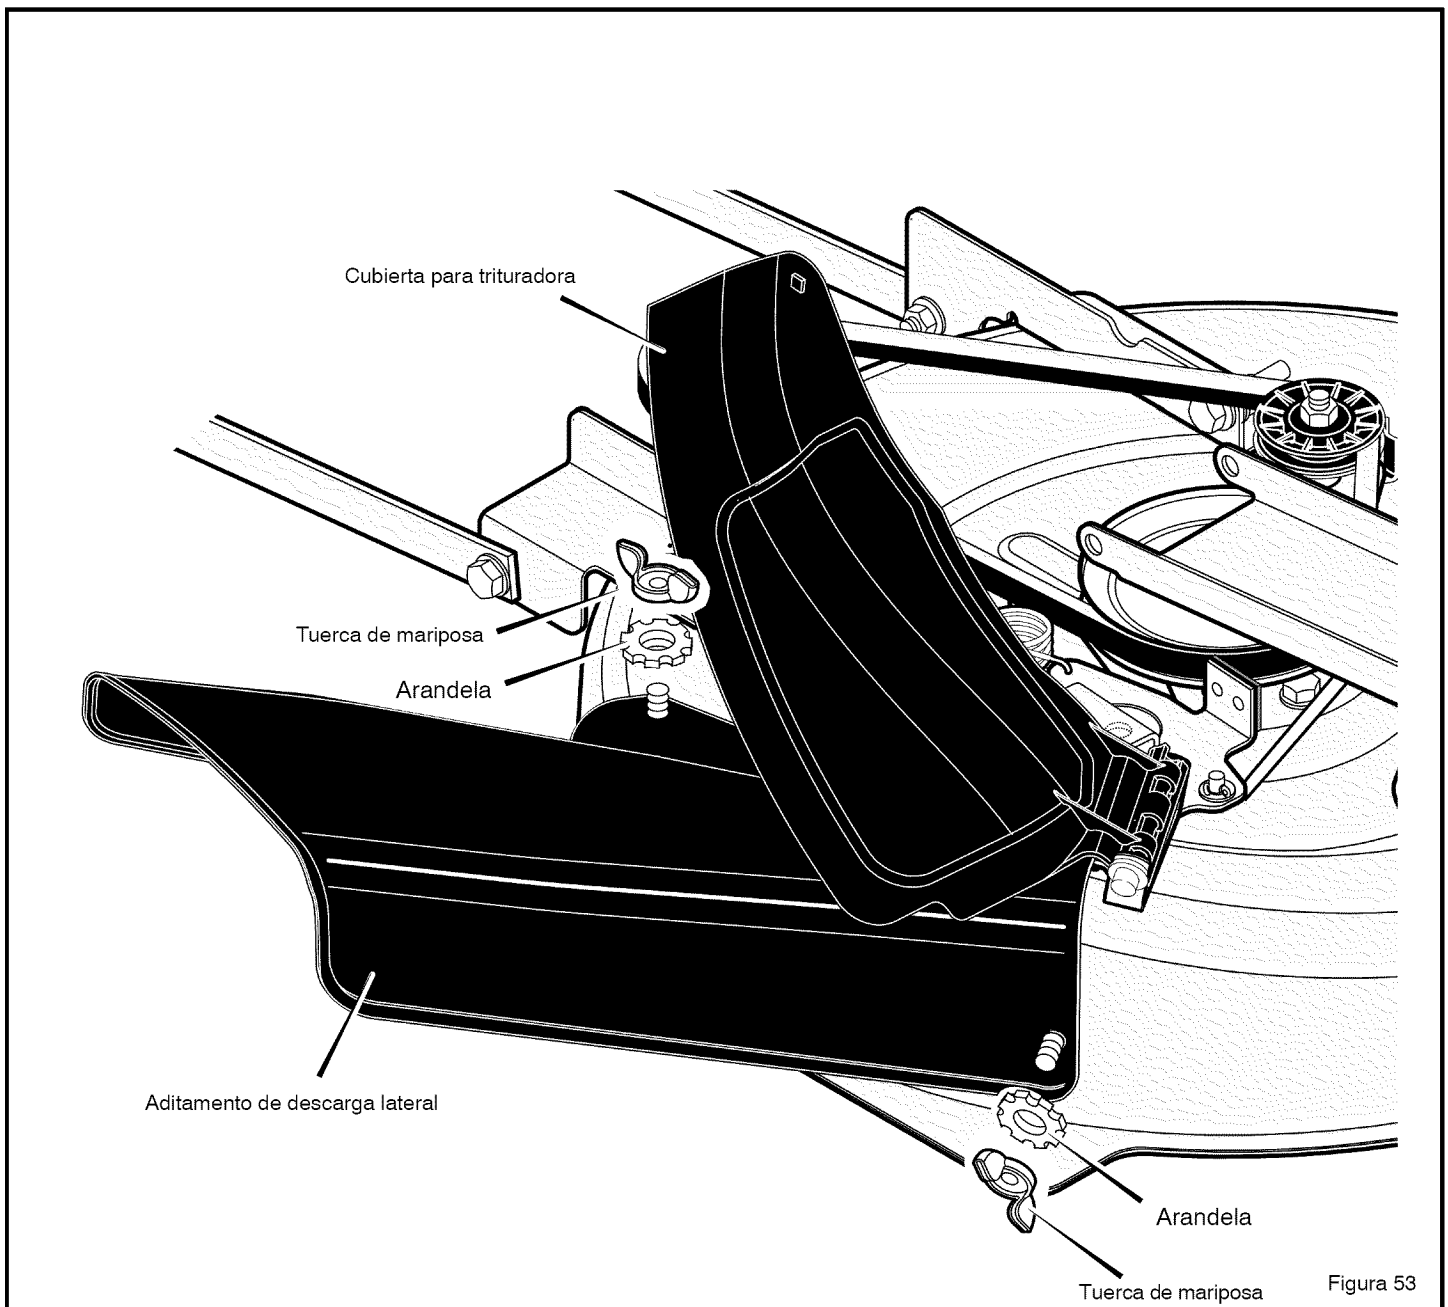

Figura 53
1. Desatornille las dos **tuercas de mariposa** (Figura 53).